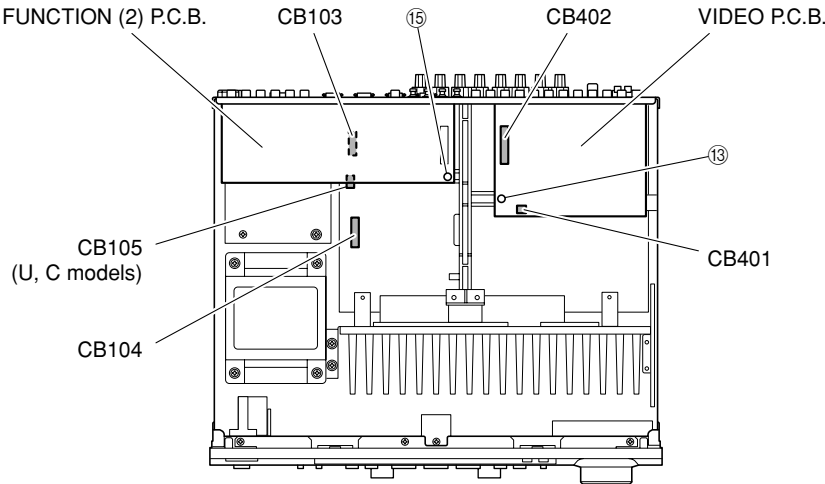

Fig. 3
- a. Remove 1 push rivet (⑬). (Fig. 3)
- c. Remove CB401 and CB402. (Fig. 3)
- b. Remove the VIDEO P.C.B.. (Fig. 3)
- a. ⑬のプッシュリベット1本を外します。(Fig. 3)
- c. CB401、CB402を外します。(Fig. 3)
- d. VIDEO P.C.B.を取り外します。(Fig. 3)
8. Removal of FUNCTION (2) P.C.B.
- a. Remove 1 push rivet (⑮). (Fig. 3)
- c. Remove the FUNCTION (2) P.C.B.. (Fig. 3)
- d. Remove CB103, CB104 and CB105 (U, C models). (Fig. 3)
- a. ⑮のプッシュリベット1本を外します。(Fig. 3)
- c. FUNCTION(2)P.C.B.を取り外します。(Fig. 3)